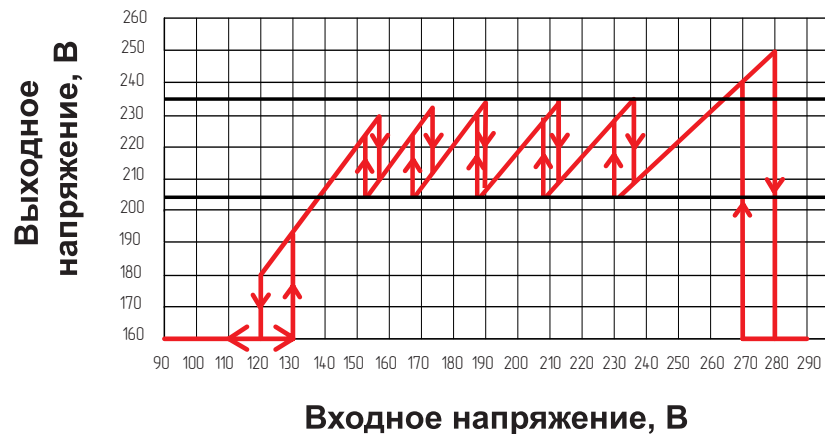

Рис. 2
5.1.2. Выходное напряжение стабилизатора автоматически поддерживается в диапазоне величин от 204В до 236В (Рис. 2), что соответствует требованиям на предельно допустимые значения отклонения напряжения электропитания по ГОСТ 13109-97 «Нормы качества электрической энергии в системах электроснабжения».